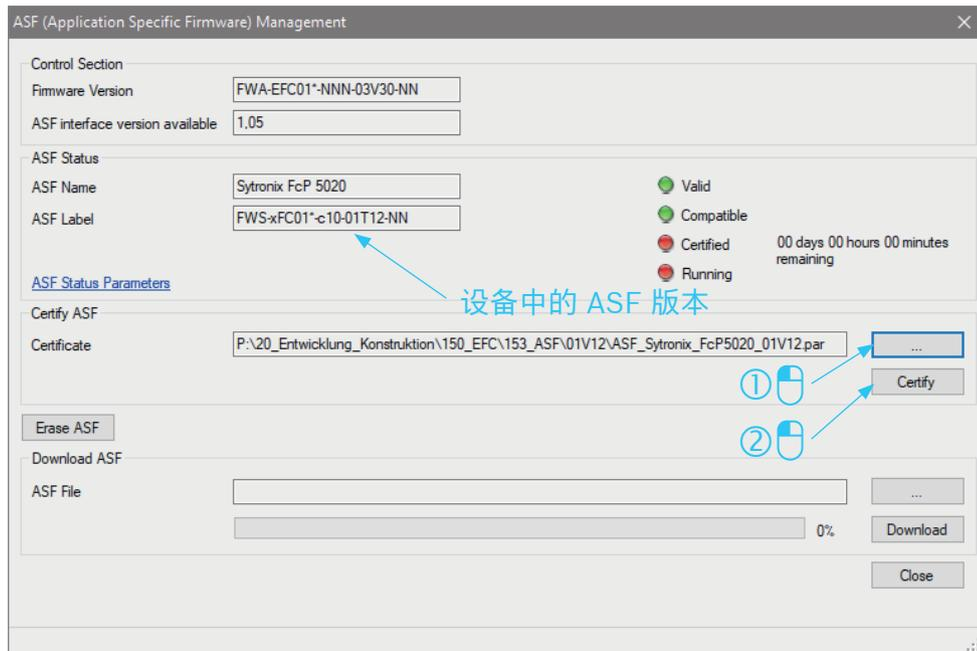

图 17: 许可 ASF 窗口
- ▶ 单击 “...” 导航至 ASF 许可证文件 (*.par)，然后单击 “验证” 以验证其版本（请参见图 17: 许可 ASF 窗口）。